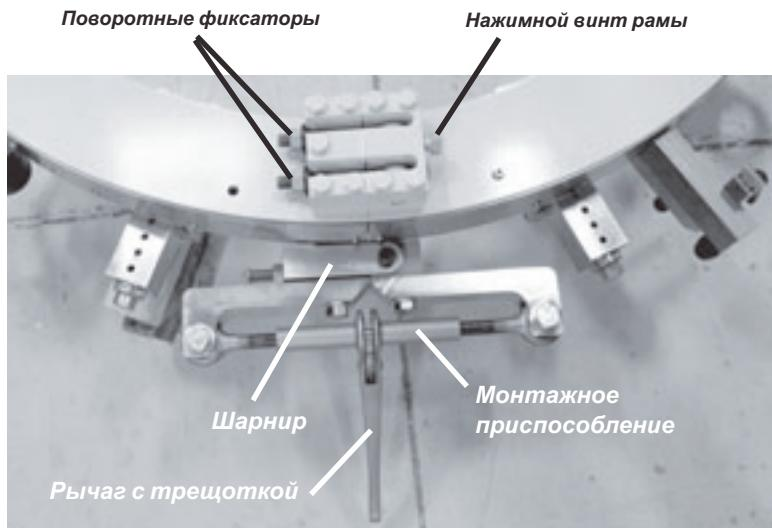

Рис. 5-3. Установите шарнир и монтажное приспособление в точке разделения.
- 4.** В каждой точке разделения имеется четыре поворотных фиксатора, см. Рис. 5-3 - два в верхней (вращающейся) части рамы и два в нижней (неподвижной) станине. Отверните все восемь гаек поворотных фиксаторов и выведите фиксаторы из канавок.
- 5.** Проверните нажимные винты станины (см. Рис. 5-3) в точке разделения, противоположной шарниру, с целью разъема двух половин рамы станка. Убедитесь в полном втягивании соединительных штифтов с обратной стороны станины.